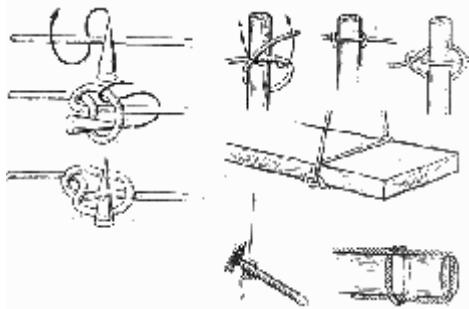

Рис. 110. Сваечный узел
**Сваечный узел** (рис. 110). Применяемый в такелажном деле этот узел получил свое